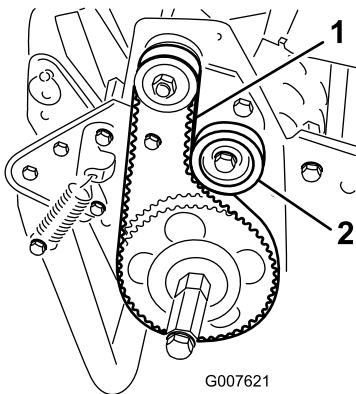

Bild 38
2. Prüfen Sie die Spannung. Bringen Sie hierfür eine Kraft von 18-22 N in der Mitte des Riemens zwischen den Riemscheiben (Bild 38) an.
- A. Lösen Sie die Befestigungsmutter der Spannscheibe und drehen Sie die Spannscheibe nach rechts gegen die Rückseite des Riemens, bis Sie die gewünschte Riemenspannung erzielt haben (Bild 38).